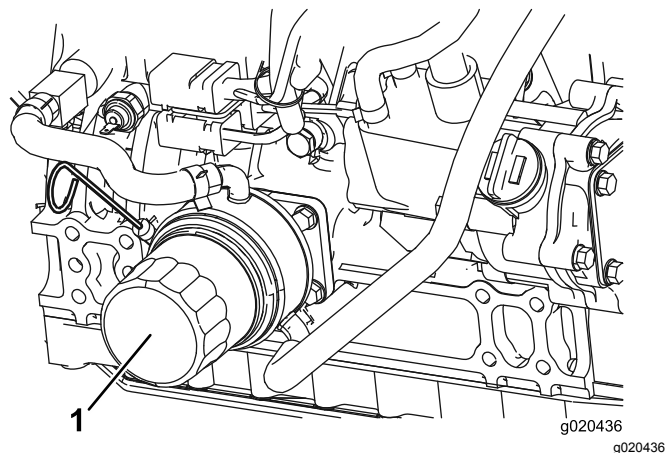

Figura 75
2. Retire o filtro do óleo (Figura 75). Aplique uma leve camada de óleo limpo no vedante do filtro novo antes de o montar. **Não aperte demasiado.**